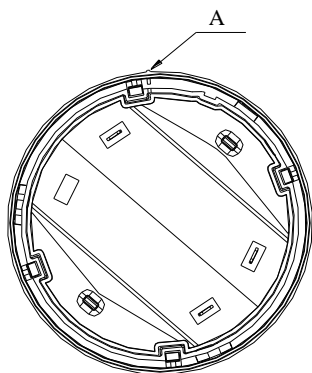
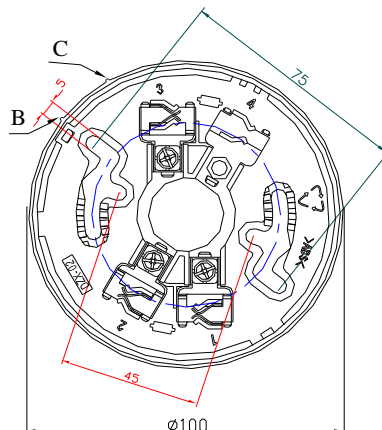

图3 探测器底部示意图
图4 DZX-02(Ex)防爆定位底座示意图
2. 探测器的底部及防爆定位底座示意图如图 3 和图 4 所示。将防爆定位底座用两个自攻螺钉固定，然后将探测器的直流供电电源线及电源正极输出线分别接在探测器防爆定位底座上的 1、3 和 2 端子。注意：端子 1 接电源的正极性、端子 3 接电源的负极性，端子 2 接电源正极输出线，4 端子不接线。
待防爆定位底座安装牢固后，将探测器底部上的对位标识 A 对准防爆定位底座 B 处，将探测器顺时针旋转到防爆定位底座 C 处即可安装好探测器；见图 3、图 4。